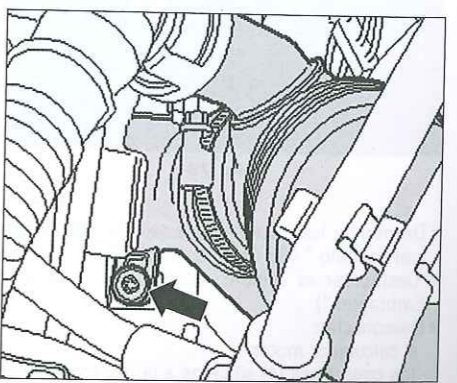

Fig. 73
- el conducto de admisión y desmontarlo girándolo en el sentido horario un cuarto de vuelta (Fig.73),